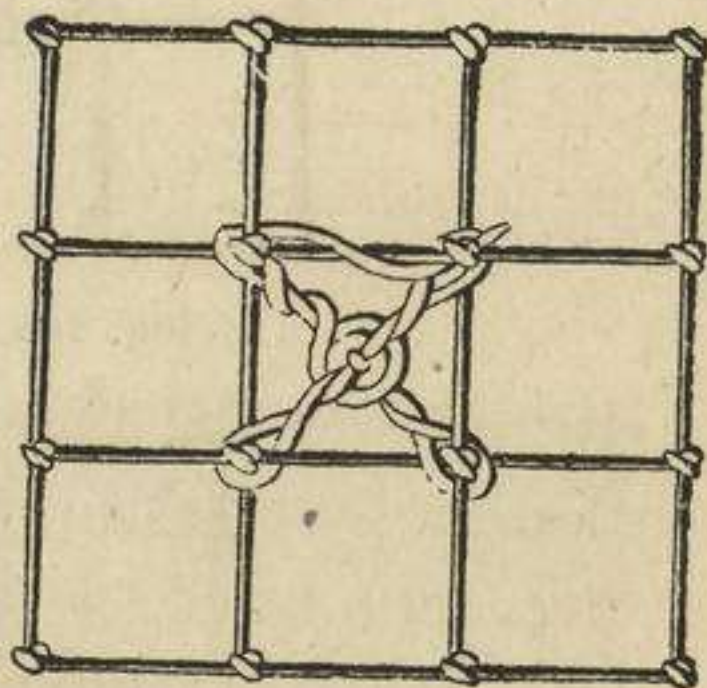

Fig. 171.—Rueda pequeña.
**LUNAR EN UN SOLO CUADRO.**—Se hace como la rueda pequeña (fig. 171), pero se pasa la hebra varias veces alrededor del centro.